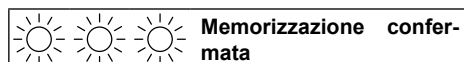

Figura 5.82
- Per memorizzare il settaggio premere il pulsante di ripristino 6 per circa 5 secondi, le spie di segnalazione 3 lampeggiano tutte quante simultaneamente come in Figura 5.82 (legenda spie Figura 5.63 ).